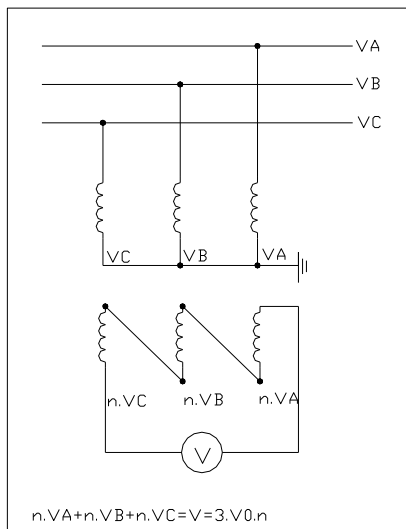

Figura 1
A componente de seqüência zero é medida utilizando-se 3 transformadores de tensão (TP). Os enrolamentos primários são conectados em estrela sendo a tensão em cada enrolamento a tensão fase-terra. Os enrolamentos secundários são conectados em série com um voltímetro (conexão delta-aberto) conforme figura 1.